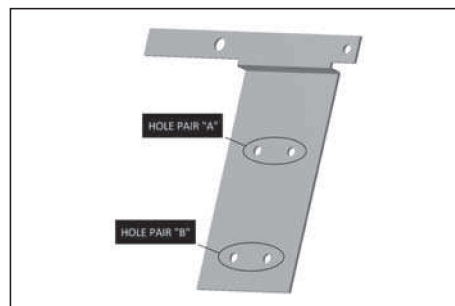

Figure 7.
Attach mounting fixture to interlock assembly according to **Table 1** and **Figure 7**.
Attacher l'étrier de fixation au système de verrouillage conformément à la **Table 1** et à la **Figure 7**.
Catalog Number ①	Fixture Hole Pair (See Figure 7)
Référence catalogue ①	Paire de trous de l'étrier (voir Figure 7)